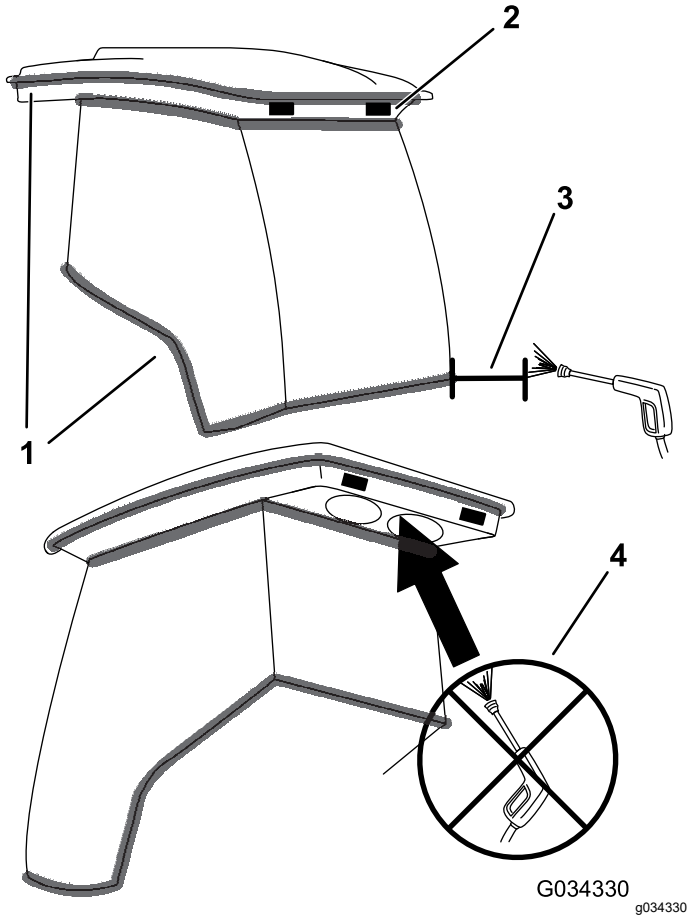

Figura 129
**Importante:** Tenga cuidado alrededor de las juntas y las luces de la cabina (Figura 129). Si utiliza un lavador a presión, mantenga la vara del lavador a al menos 0.6 m (2 pies) alejada de la máquina. No use el lavador a presión directamente en las luces y las juntas de la cabina, o debajo de voladizos traseros.